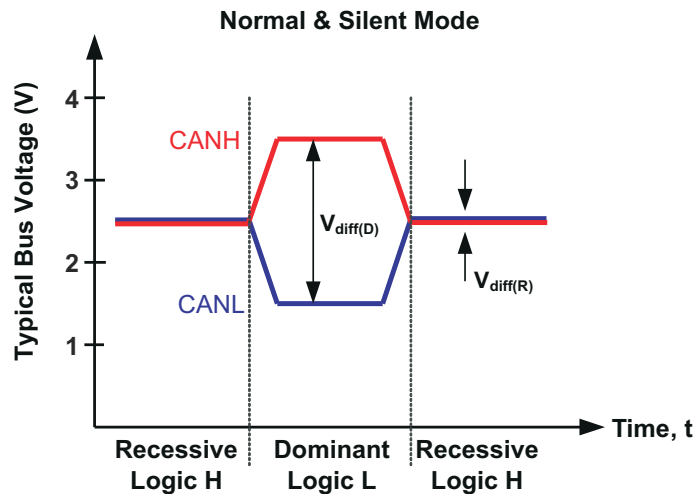
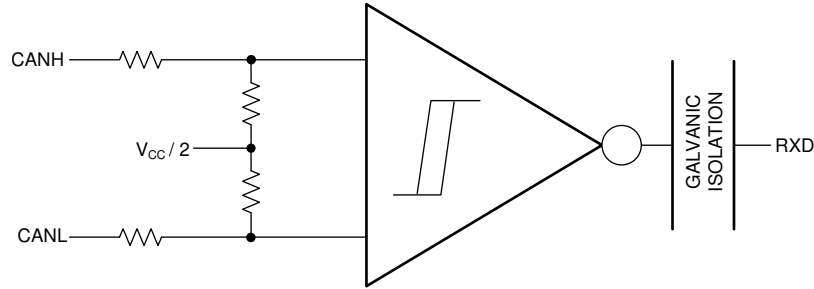

图 8-1. 总线状态 (物理位表示)
图 8-2. 简化的隐性共模偏置和接收器
CAN 总线在运行期间有两种状态：*显性*和*隐性*。当总线由驱动器进行差分驱动时，总线处于显性状态，相当于逻辑低电平。当总线通过接收器的高阻内部输入电阻偏置到  $V_{CC}/2$  共模电压时，总线处于隐性状态，相当于逻辑高电平。CAN 节点的主机微处理器将使用 TXD 引脚来驱动总线，并在 RXD 引脚上接收总线数据。请参见图 8-1 和图 8-2。
(1) H = 高电平, L = 低电平, Z = 共模 (隐性) 偏置到  $V_{CC}/2$ 。有关总线状态和共模偏置的信息, 请参见图 8-1 和图 8-2。